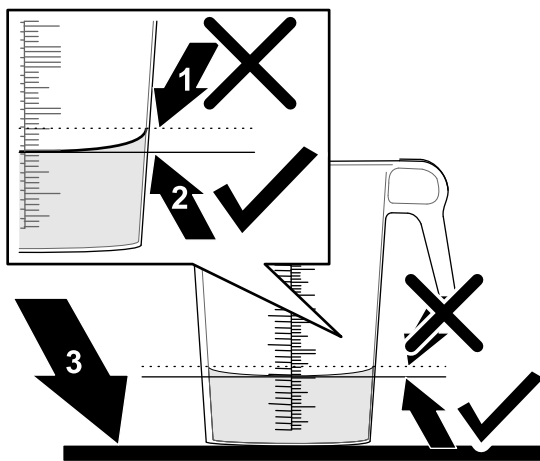

Figura 83
10. Coloque o recipiente graduado numa superfície nivelada e anote o volume do fluido (Figura 83).